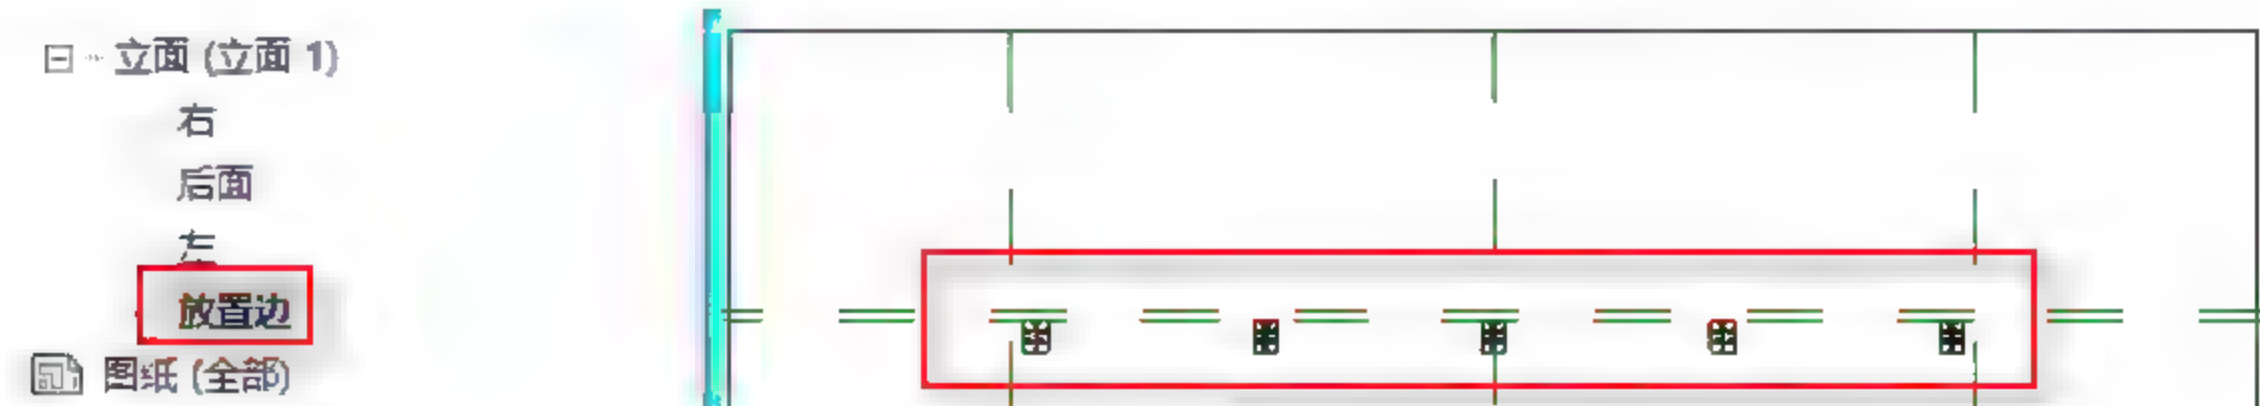

图 8.1.20 安置骨架
(4) 在“项目浏览器”中选择“立面（立面 1）”和“放置边”选项，调整骨架的位置，并使用阵列或复制、镜像的命令完成骨架的安置，如图 8.1.20 所示。